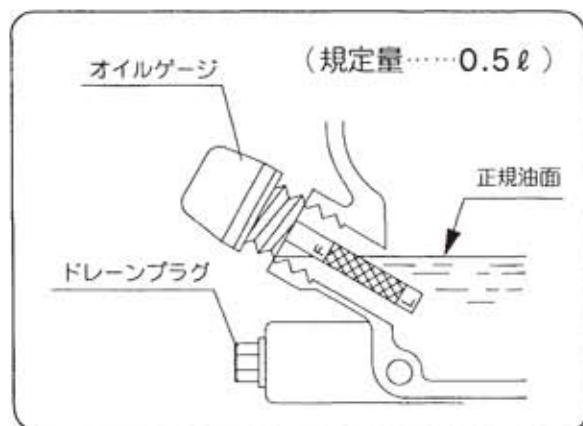

図33
1) エンジンオイル(図33)
2) オイル交換(24頁の図33、34、35参照)